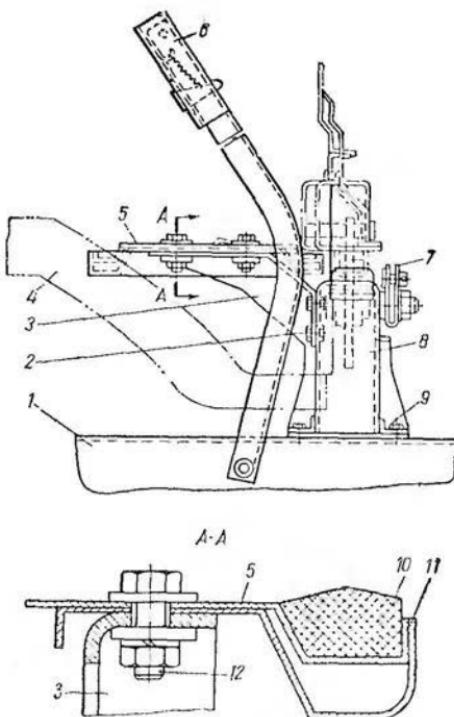
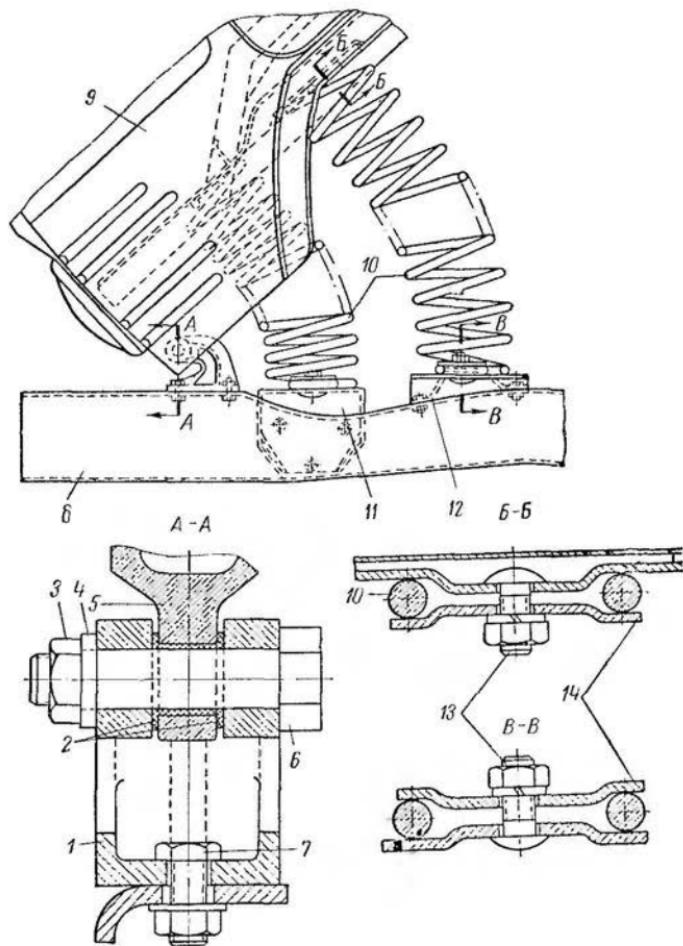
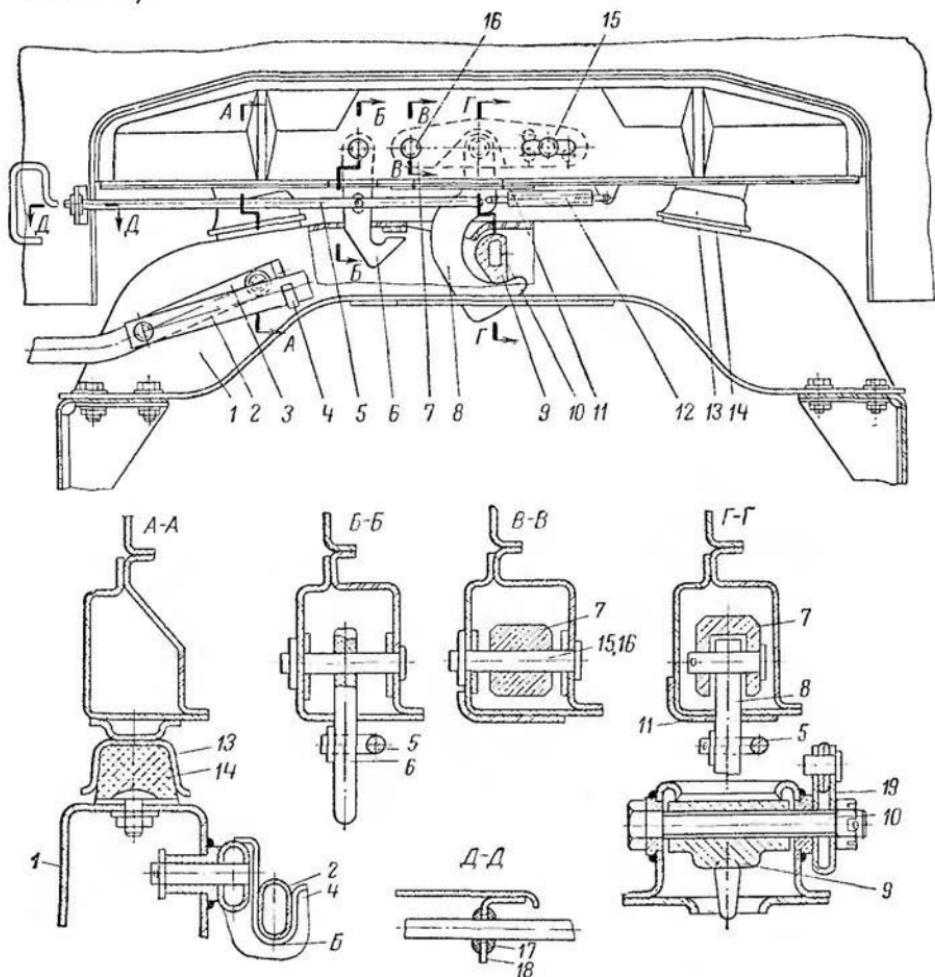

Рис. 162. Поперечина крепления кабины с панелью съемного пола:
Рис. 163. Крепление кабины и пружин откидывания:
Рис. 164. Запирающее устройство:
**Установка кабины.** Если поперечина 8 (рис. 162) крепления кабины панелью 5 съемного пола с автомобиля не сняты, то все операции при установке кабины выполняют в обратном, описанному выше, порядке.
Установить кабину при помощи подъемного механизма со смещением на 80 мм вперед. При этом кронштейны 1 (рис. 163) шарнира кабины опорной частью касаются рамы. Задняя часть кабины приподнята на 80 мм относительно резиновых буферов, закрепленных на поперечине. Из такого положения кабину двигать назад до совмещения отверстий на кронштейнах 1 шарниров с отверстиями на раме и далее, опуская заднюю часть кабины, совместить чашки 13 (рис. 164) на кабине с резиновыми буферами 14 на поперечине 1. Запорный 8 и предохранительный 6 крюки кабины должны входить в отверстия на поперечине.
Установить, не затягивая, болты 7 (см. рис. 163) крепления кронштейнов 1 шарнира кабины.
Отрегулировать положение прямоугольного отверстия на основании кабины относительно уплотнения 10 (см. рис. 162) на панели 5 съемного пола, добиваясь равномерного перекрытия кромки отверстия уплотнителем по всему периметру в горизонтальной плоскости. Регулируют за счет изменения положения кронштейнов 1 (см. рис. 163) шарнира кабины относительно отверстия в продольных балках рамы 8, поперечины 8 (см. рис. 162) крепления кабины с панелью 5 съемного пола относительно рамы за счет отверстий в поперечине, панели съемного пола относительно поперечины 8 крепления кабины за счет отверстий в самой панели и в кронштейнах 3 крепления панели на поперечине.
Затянуть болты 9 крепления поперечины 8, болты 7 (см. рис. 163) крепления кронштейнов 1 шарнира кабины и болты 2 и 12 (см. рис. 162) панели съемного пола.
Отвернуть болты 9 (см. рис. 162) крепления поперечины 8 кабины.
**Замена кулачка блокировки запорного крюка.** Кулачок 9 (см. рис. 164) блокировки запорного крюка 8 можно заменить на снятой поперечине 1 крепления кабины с панелью съемного пола или при снятом с автомобиля двигателем или при снятой коробке передач.
Отвернуть гайки болтов 7 (см. рис. 163) крепления кронштейнов 1 шарнира на раме 8 и снять их.